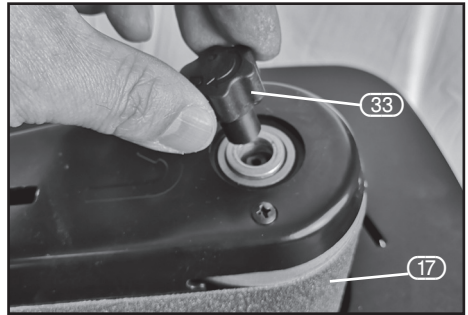

FIG.11
9.4 SPINDLE SANDER MODE - FIGS. 11 - 12